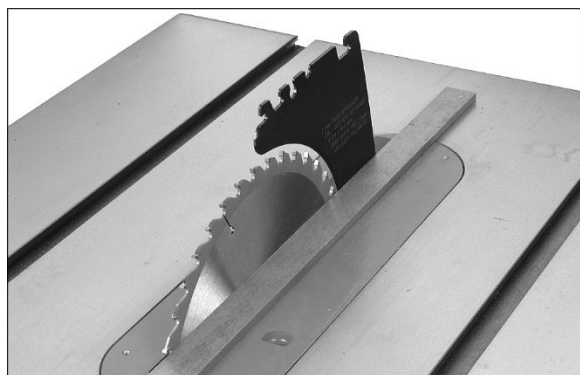

Figura 8-7
2. Coloque una regla sobre la mesa de modo que esté contra la hoja y el separador. Vea la Figura 8-7. Gire la hoja, de modo que la parte superior del diente de la hoja haga contacto con la regla.